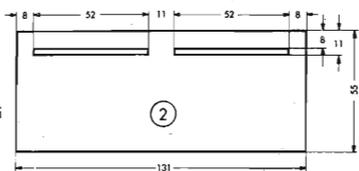

Fig. 329. Parete anteriore della parte esterna.
La parte esterna, le cui misure principali risultano dalle figure 329 e 330, deve calzare perfettamente la parte interna e perciò deve essere montata con cura particolare. Nella parte (10) (legno 15 mm) una rientranza profonda segna il posto dove l'apparecchio appoggerà sul naso dello spettatore.